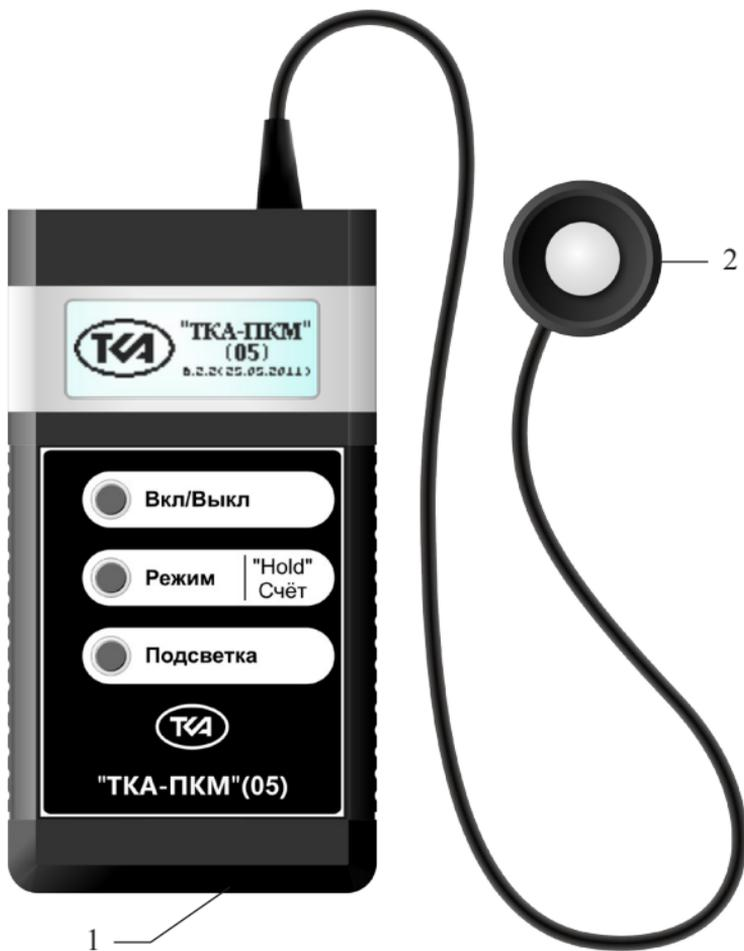

Рис.1 – Внешний вид прибора “TKA-ПКМ”(05)
5.1 Приборы комбинированные выпускаются в компактном портативном исполнении. Конструктивно прибор состоит из двух функциональных блоков: фотометрической головки и блока обработки сигнала, связанных между собой гибким многожильным кабелем (Рис.1).